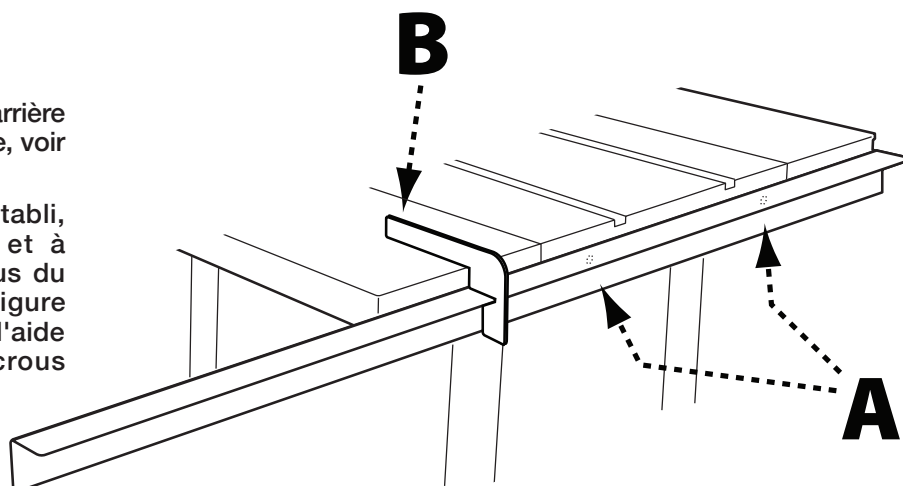

FIGURE 4
1. Aligner le bord droit du rail de guide arrière avec le bord droit de la rallonge droite, voir Figure 4.
2. Repérer les trous à l'arrière de l'établi, espacés de 8 pouces à droite et à gauche de la lame. Aligner les trous du rail de guide (A) indiqués dans Figure 4, avec ceux de l'établi et fixer à l'aide des boulons/vis, rondelles et écrous appropriés.
3. Utiliser la jauge (B) pour s'assurer que le rail de guide arrière est parallèle à l'établi.